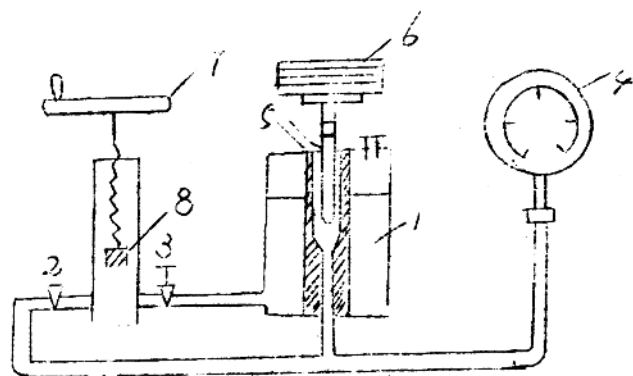

图 2
- (2) 与砝码比较的压力计，如图 2。（参见次页）
(2) 与砝码比较的压力计 (略，见(一)图 2)
另一种形式如图 2 所示, 它只有一个表接头, 标准油是砝码, 其使用方法是: